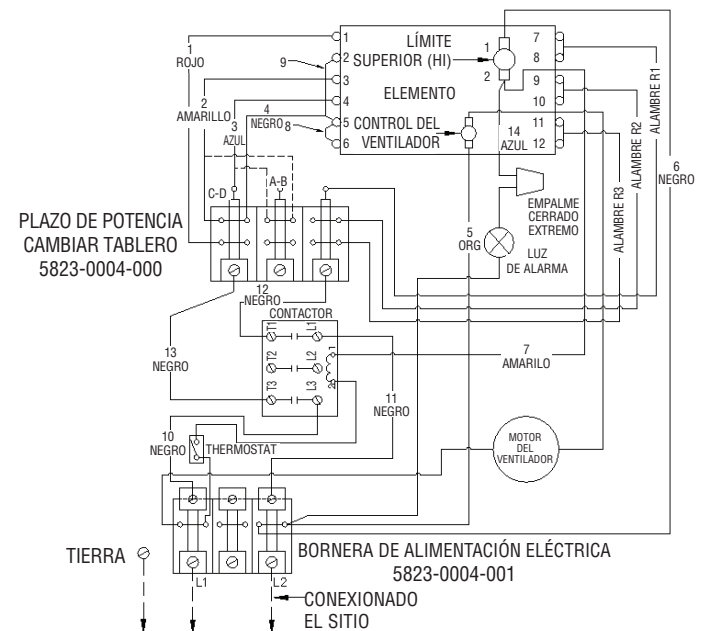

Figura 7 - Diagrama de conexión
**NOTA:** para disminuir la energía térmica de la unidad calefactora, vea 'Ajustes de la energía térmica', Tabla 2, y el diagrama de conexionado de la Figura 7.
La energía térmica puede aumentarse o disminuirse mediante la conmutación de cables en la bornera de cambio de potencia eléctrica (watts). El calefactor está cableado en la fábrica para entregar una energía térmica de 17 065 BTU por hora. En caso de que su aplicación particular requiera menor energía térmica, consulte la Tabla 2 y cambie los cables en la bornera de cambio de potencia eléctrica (watts), como se muestra en el Diagrama de Conexionado de la Figura 7.